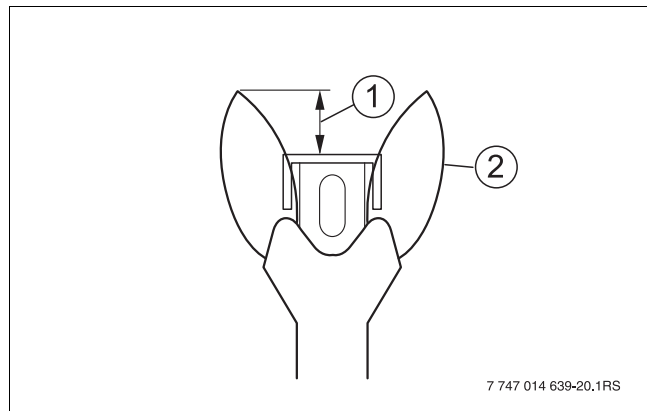
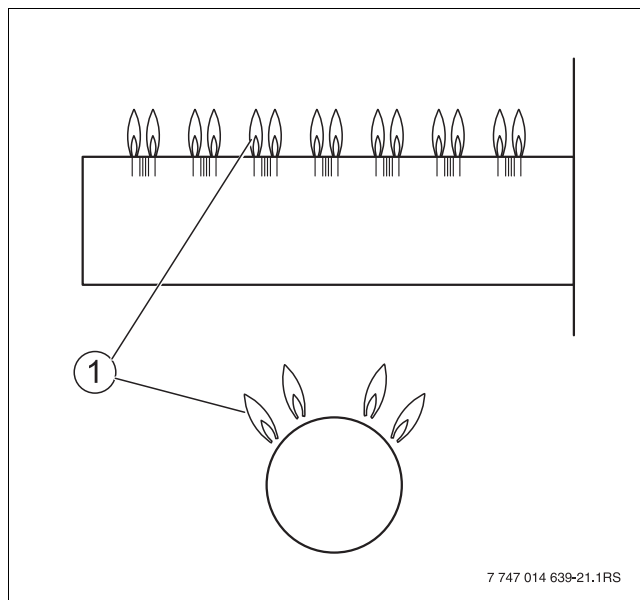

Fig. 12 Réglage correct de la flamme d'allumage
Fig. 13 Brûleur principal
- ▶ La flamme doit entourer le contrôleur de flamme de 1/2 à 1 1/2 pouces (15 à 40 mm) (→ fig. 12). Si c'est le cas, poursuivre avec le chap. 4.3.4, page 12.
- ▶ Tester le dispositif de sécurité en fermant le robinet principal du gaz. La flamme du brûleur principal (→ fig. 13) et la flamme d'allumage (→ fig. 12, page 12) s'éteignent.